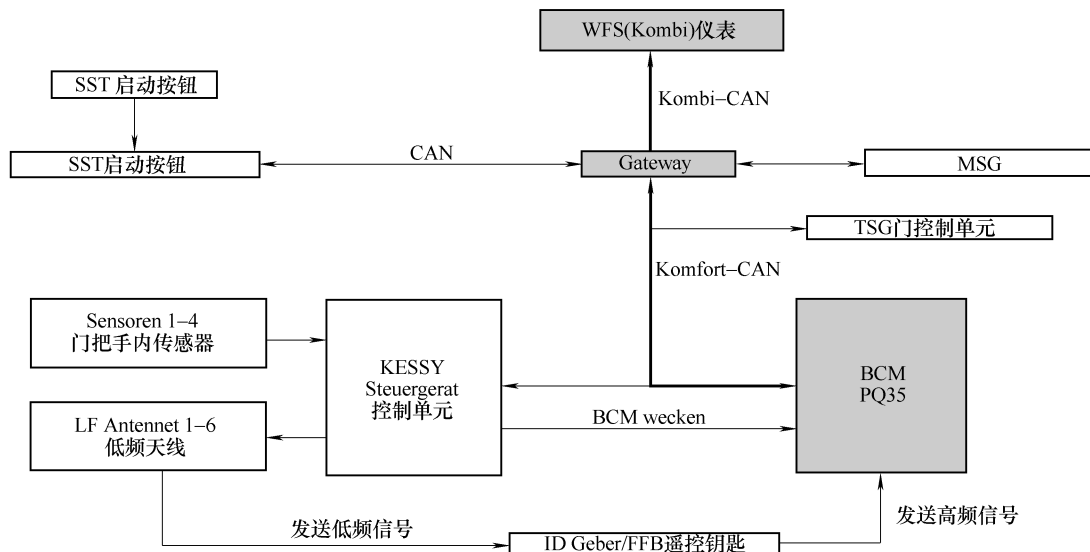

图 5-4-20 低频信号控制
② KESSY 控制器通过其所控制的低频天线发送低频信号给钥匙，同时唤醒 BCM，如图 5-4-20 所示。